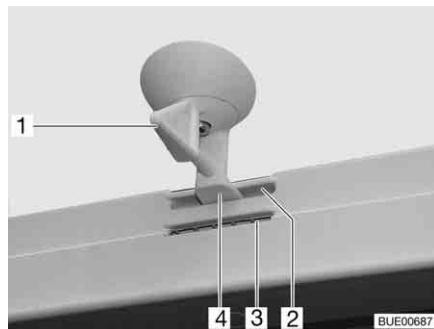
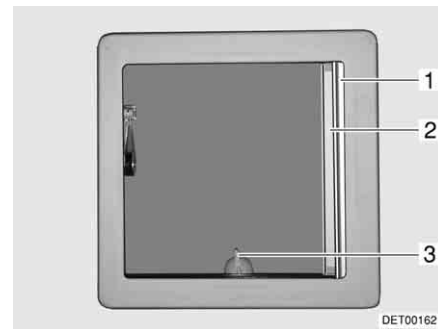

Fig. 43 Oblò inclinabile, bloccaggio
Fig. 44 Oblò inclinabile
- Ruotare la leva (Fig. 43,1 o Fig. 44,3) di un quarto di giro.
- Girare la leva di un quarto di giro. Il bloccaggio (Fig. 43,4) deve entrare nella feritoia inferiore (Fig. 43,3).
- Girare la leva di un quarto di giro. Il bloccaggio (Fig. 43,4) deve entrare nella feritoia superiore (Fig. 43,2).
- Tirare la tendina oscurante pieghevole (Fig. 44,1) fino alla posizione desiderata e rilasciare. La tendina oscurante pieghevole rimane in questa posizione.
- Estrarre la zanzariera a rullo (Fig. 44,2) fino a quando non scatta il bloccaggio dalla parte opposta.